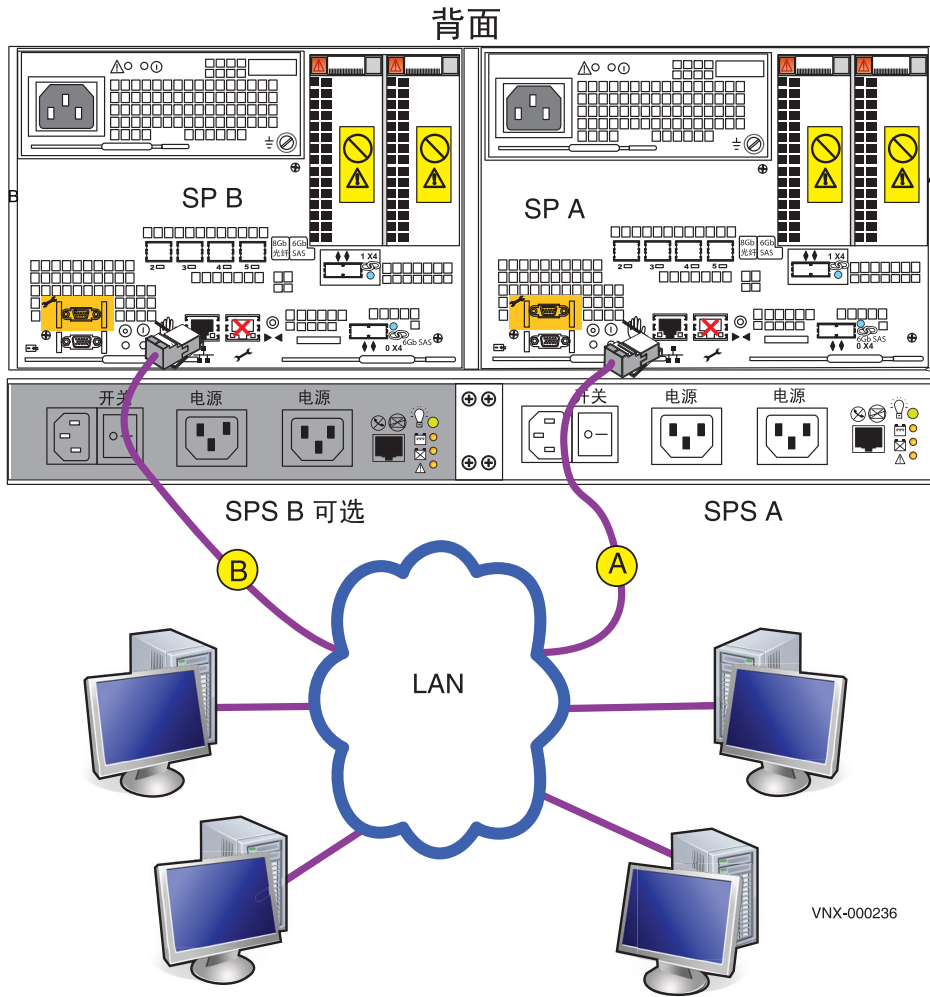

图 10 将 SP 连接到网络
2. 使用 CAT 5e 或更好（客户提供）的以太网缆线将公用 LAN 连接到 SP A 上的 RJ45 缆线。请参见图 10 中的缆线 A。
3. 使用 CAT 5e 或更好（客户提供）的以太网缆线将公用 LAN 连接到 SP B 上的 RJ45 缆线。请参见图 10 中的缆线 B。